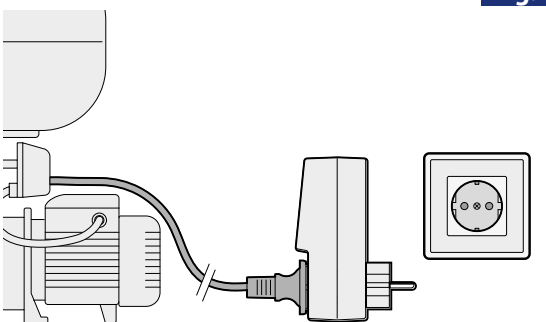

Fig. 4
- Inserire il dispositivo EP nella presa di corrente (**Fig.4**) e avviare la procedura di autoapprendimento (vedi manuale istruzioni).